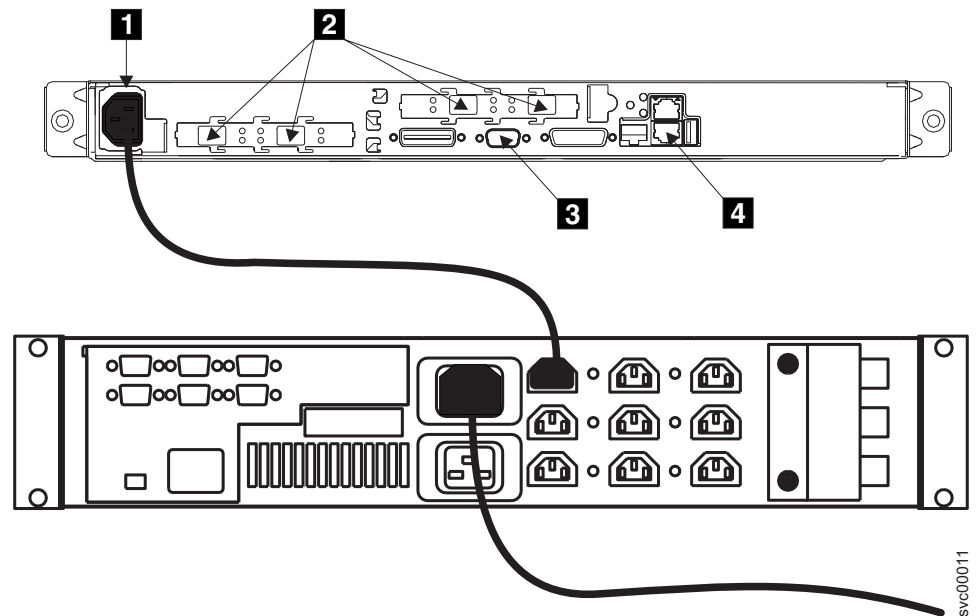

図 3. 電源ケーブルおよび信号ソケット
xxix ページの図 3 は、SAN ボリューム・コントローラーおよび無停電電源装置 (UPS) 5125 のコネクタを示しています。
2. 電源ケーブルが UPS 5125 に接続されていることを確認します。また、電源ケーブルの他方の端が、UPS 5125 からラックの配分点に接続されていることも確認します。図 3 を参照してください。